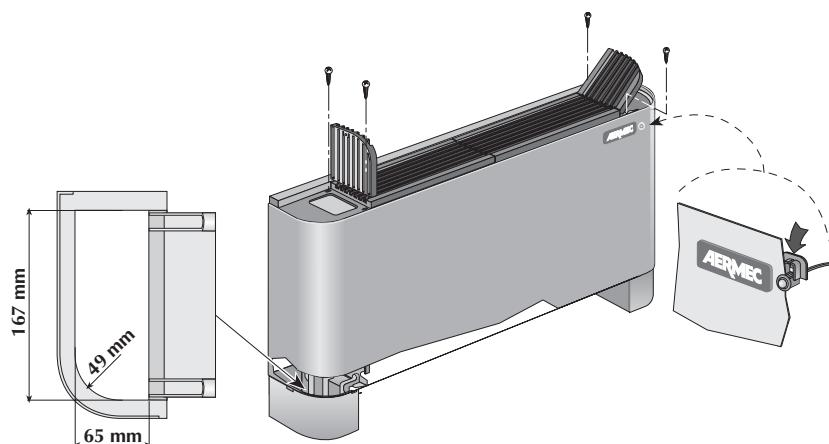

Fig. 6
- fit the ambient temperature probe SA to the housing by means of the probe lock; the probe should protrude outwards by approximately 4 mm from the housing (fig.6);
- Retirer le filtre de l'air, enlever les quatre vis (fig. 6) qui fixent l'habillage au cœur et dégager l'habillage de couverture.
- Appliquer la sonde de température ambiante SA sur l'habillage au moyen du dispositif de fixation prévu à cet effet, la sonde doit ressortir à l'extérieur de l'habillage d'environ 4 mm (fig. 6).
- Den Luftfilter herausziehen, die vier Schrauben (Abb. 6) entfernen, mit denen das Gehäuse an der Anschlussdose befestigt ist, und dann das Gehäuse abziehen.
- Den Raumfühler SA mit der entsprechenden Arretierung am Deckel befestigen. Der Temperaturfühler muss um circa 4 mm nach außen aus dem Gehäuse überstehen (Abb.6).
- applicare la sonda ambiente SA all'involucro mediante l'apposito fermasonda a corredo, la sonda deve sporgere verso l'esterno di circa 4 mm dall'involucro (fig.6).
- fit the ambient temperature probe SA to the housing by means of the probe lock; the probe should protrude outwards by approximately 4 mm from the housing (fig.6).
- Appliquer la sonde de température ambiante SA sur l'habillement au moyen du dispositif de fixation prévu à cet effet, la sonde doit ressortir à l'extérieur de l'habillement d'environ 4 mm (fig. 6).
- Den Raumfühler SA mit der beiliegenden Arretierung am Deckel befestigen. Der Temperaturfühler muss um circa 4 mm nach außen aus dem Gehäuse überstehen (Abb.6).